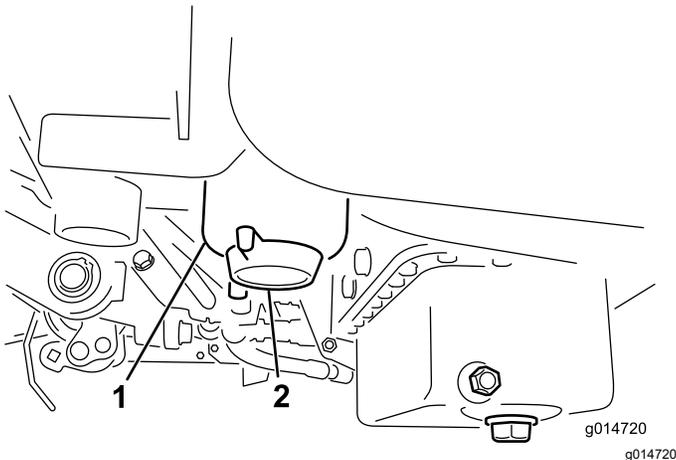

图 38
2. 清洁滤清器过滤筒的安装区域 图 38。
4. 打开滤清器排油塞 图 38。